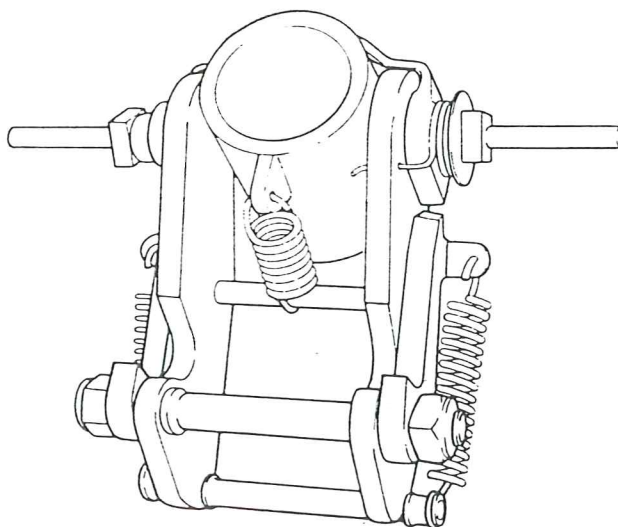
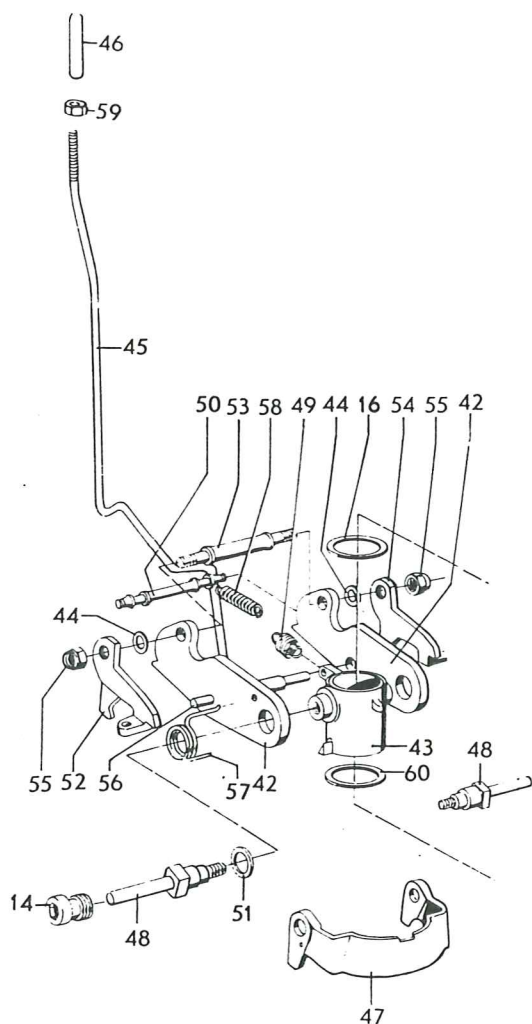

Fig. 26
Fig. 27
7. Vid behov demonteras backhaken enligt följande: Demontera axeltapparna fig. 27 (48, fig 58). Tag bort fjädern (57) samt fjädern (49) och lossa fjädrarna (58). Obs! Håll i fjäderaxeln (50) så att den ej flyger iväg. Skruva loss muttrarna (55) tag bort fjäderhakarna (52 och 54) samt distansbrickorna (44) och backhaken (42). Lyft bort lagringen (43) samt axeln (53) och tryckstången (45).
1. Montera axeln fig. 27 (53) på den ena backhaken (42) samt sätt på distansbrickan (44) och fjäderhaken (52). Skruva på den ena muttern (55) på axeln. Placera därefter tryckstängens (45) på stoppaxeln (56) samt sätt lagringen (43) i backhakshalvan. Placera därefter tryckstängens (45) och stoppaxeln (56) i backhakshalvan. Montera sedan den andra backhaken (42) och fjäderhaken (54) med distansbricka (44) på axeln (53) och lagringen (43). Skruva fast den andra muttern (55). Obs! Muttrarna (55) åtdrages helt, därefter lossas de ca 1/8 varv så att fjäderhakarna blir rörliga utan att glappa. Montera därefter låsbygeln (47) och axeltapparna (48) med fjädern (57) och brickan (51) i lagringen (43). Sätt fjäderaxeln (50) på plats med hjälp av fjäderna (58) samt montera fjädern (49) mellan lagringen (43) och stoppaxeln (56). Måla backhaken med ett tunt lager bättringsfärg det.nr 832594 (0,7 l) eller det.nr 832576 (1/8 l). Ihopsatt backhake, se fig 26.